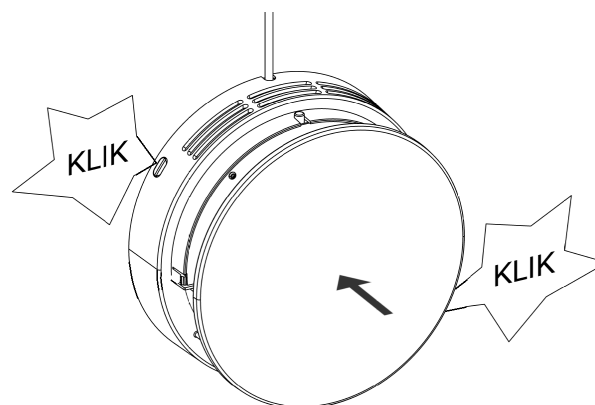

Abbildung 17 - Das Lüftungsgerät wieder in die Wand einsetzen
5. Das Lüftungsgerät wieder in die Wand einsetzen, vorsichtig hineindrücken, sodass die Schnappverschlüsse mit einem kleinen Klick wieder einrasten, siehe nachstehende Abbildung 17 unten.